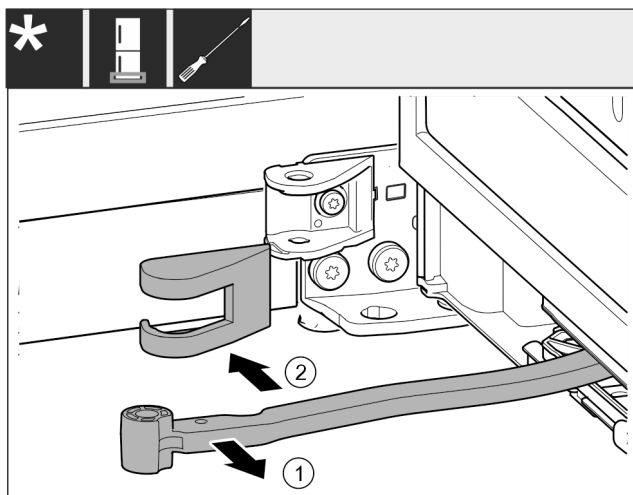

Fig. 16
► Obrócić przegub Fig. 16 (1) w kierunku drzwi.
► Usunąć osłonę płytki zawiasu Fig. 16 (2).